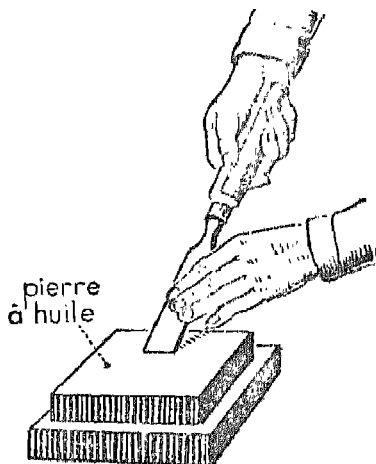

Fig. 10. -- Montage d'un ciseau de menuisier sur une pierre à huile, après affûtage sur la meule.
*Entretien.* — L'affûtage se fait selon les mêmes méthodes et avec les mêmes précautions que pour les outils de corroyage (fig. 10).